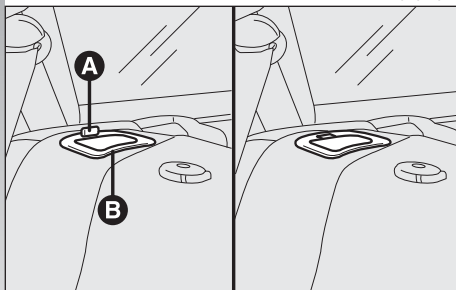

fig. 46
Il corretto aggancio dello schienale è garantito quando il pulsante (A-fig. 46) posto vicino a ciascuna maniglia (B), è rientrato nella maniglia stessa.